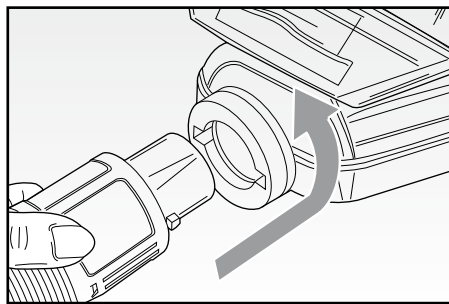

Fig. 2
- Inserire il manicotto (M) nell'apertura di entrata dell'aria (G) ruotandolo leggermente fino al completo bloccaggio (Fig. 2).